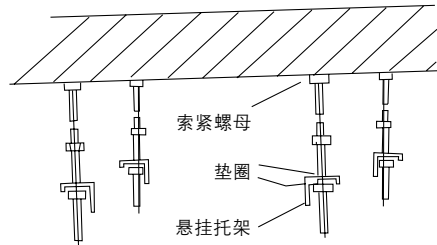

图7
- 把四个安装梁悬挂在下图所示的安装位置(用12个螺母和8个垫圈来支撑悬梁),把室内机安装在安装梁上,确保排水良好,用水平尺检查室内机是否处于水平状态。(见图7)